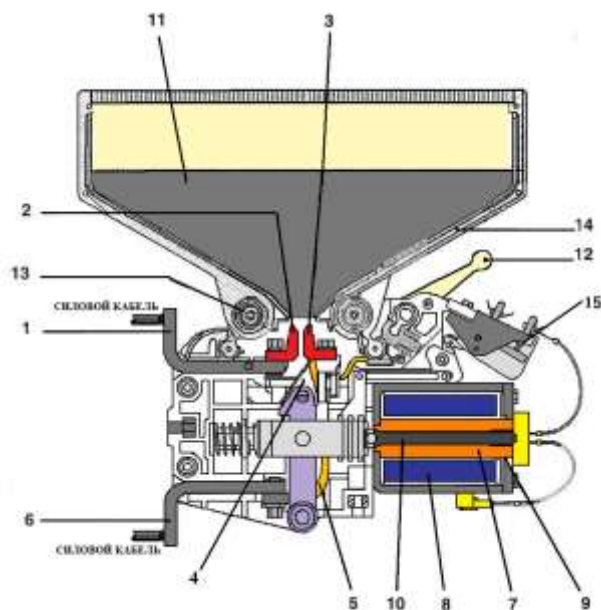

Рис.31 Линейный контактор
Основная цепь (Рис.31) включает верхний силовой вывод (1), неподвижный контакт (2), подвижный контакт (3), опора подвижного контакта (4), гибкое соединение (5) и нижний силовой вывод (6).